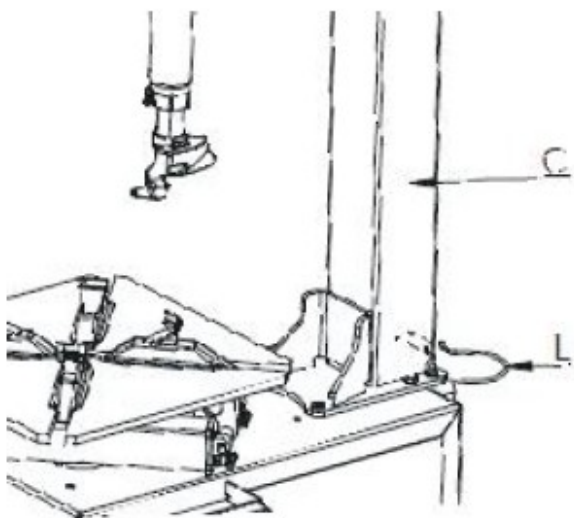

Рис. 5-d
- Как показано на рис. 5-d, поместите штыри кольца L в отверстия d5 на правой стороне колонны C.